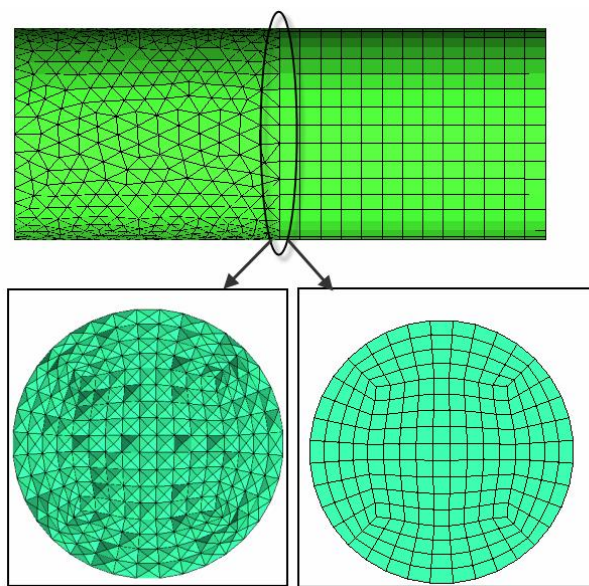

图 2-4 四/六面体混合网格示意
(7) 四/六面体混合网格。在连接处自动生成金字塔网格单元，如图 2-4 所示。